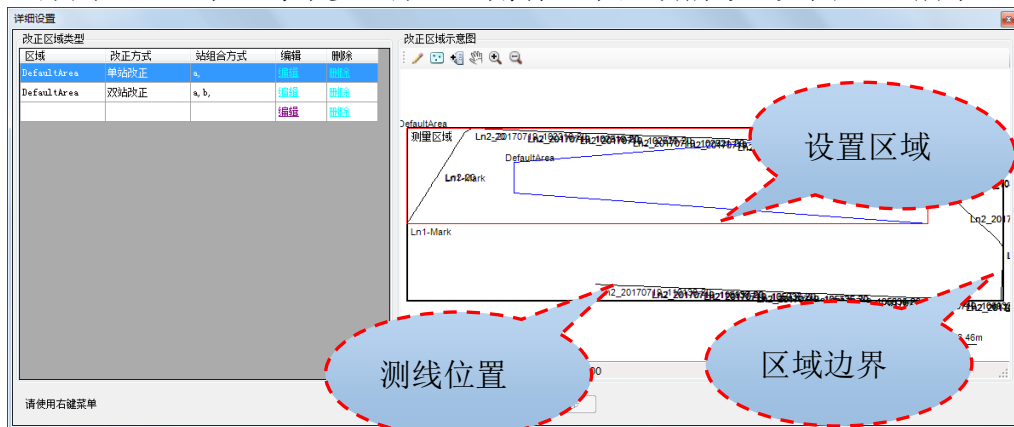

图 13-6 区域边界多边形
步骤二：绘制改正区域的多边形边界。在区域列表中，选择创建的区域，然后绘制区域。区域边界线有鼠标绘制和坐标绘制两种方式：①点击【绘制区域】按钮，进入鼠标绘制区域多边形模式，通过鼠标点击，在测量区域内绘制该区域的多边形边界，点击鼠标右键结束区域绘制；②点击【输入区域】按钮，在弹出的坐标列表中依次输入区域的顶点坐标。在测量区域视图中，当前区域的多边形用红色显示，非当前区域的多边形用蓝色显示，每个多边形左上角有一个区域编号，如图 13-6 所示。